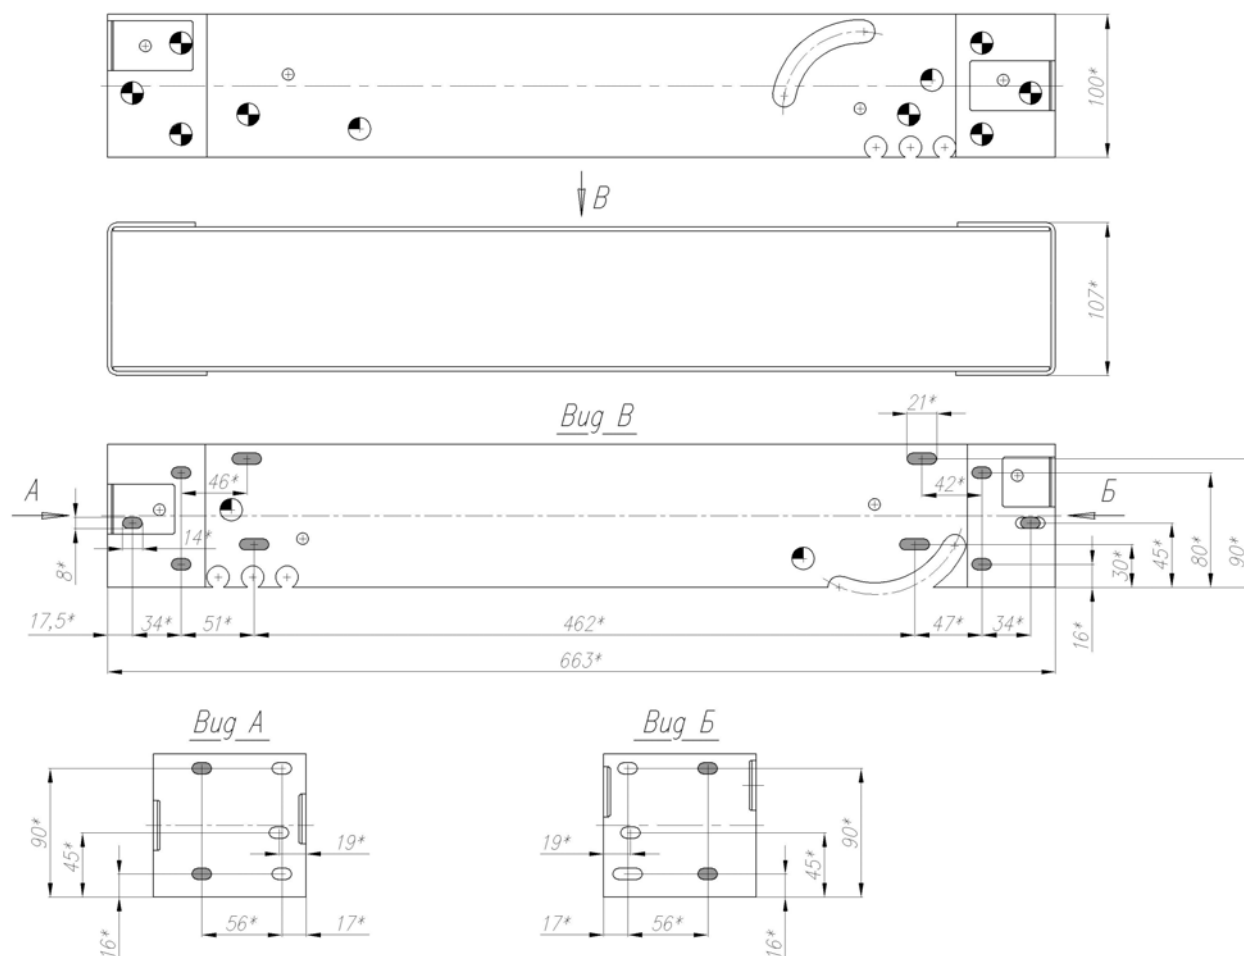

Рис. 2
3. Назначение и расположение отверстий основания механизма. (Рис. 2)